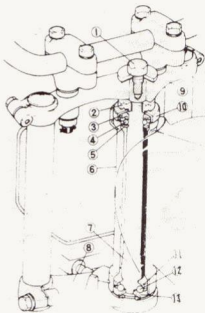

Bild 178
- Die unterste Lagerschale (Teil 1 in Bild 177) kann erst montiert werden, wenn die Dichtung (Teil 2) aufgelegt wurde. Aus Bild 178 geht die Einbaurichtung dieser Dichtung hervor. Heißt man die Lagerschale vor ihrem Einbau auf etwa 110°C auf, fällt sie in der Regel von selbst bis auf ihren Sitz herunter. Gelingt das nicht, benutzt man das Werkzeug nach Bild 56.20 zum Nachsetzen. Das Aufheizen der Lagerschale erfolgt entweder im Ölbad oder flach aufliegend auf einer elektrischen Kochplatte. Eine direkte Flamme von Lötlampe oder Schweißbrenner ist abzulehnen.